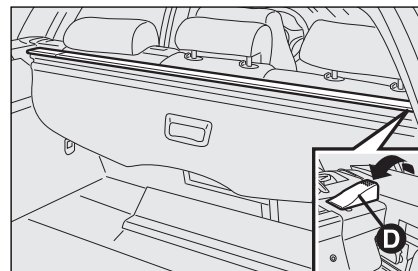

fig. 22
OPGELET Rol de hoes op om deze te verwijderen en controleer of ook het scheidingsnet (voor bepaalde uitvoeringen/markten, waar voorzien) is opgerold (zie de volgende paragraaf); plaats vervolgens de hendel **D-fig. 22** omhoog. Plaats de bagagehoes omhoog en verwijder de hoes.
- houd de hendel **D-fig. 22** omhoog en plaats de hoes in de rechterzitting;